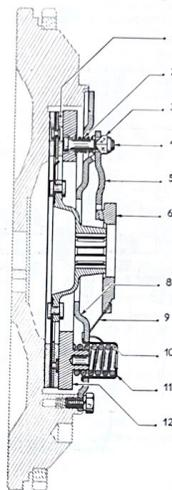
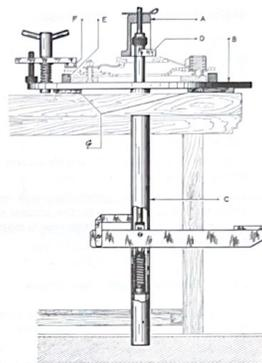

Fig. 2.1.—Embrague clásico.
Fig. 2.7.—Aparato 1701-T para el montaje del mecanismo del embrague en condiciones similares a su colocación en el vehículo.
2.1.0. CARACTERÍSTICAS DEL EMBRAGUE DE DISCO (fig. 2.1)
2.2. DESARMADO DE UN EMBRAGUE CLASICO (fig. 2.1)
- a) Comprimir el mecanismo de embrague y mantenerlo por medio de la tapa de chapa para suprimir la tensión sobre los tornillos (4). Girar los tornillos un cuarto de vuelta para sacar el resalte de las tuercas (3) del hueco de las patillas. Golpear el extremo de los tornillos bajo el resalte de las tuercas. Liberar el mecanismo.
- b) Retirar el tope (6) de las patillas. Extraer las patillas y los muelles (9) de apoyo de las patillas.
- c) Extraer la tapa de chapa (8), las cazoletas (11), los muelles de presión (10) y los muelles (2) de los tornillos de reglaje (4).
a) Colocar el plato de presión (12) (fig. 2.1) con sus tres tornillos de reglaje (4) de las patillas, sobre un montaje de ensamblado y de reglaje (aparato de reglaje 1701-T, provisto del dedo, del suplemento y de las bridas 1702-T) (fig. 2.7).
b) Presentar los muelles de presión (10) sobre el plato y colocarlos en su sitio; si se ha efectuado un rectificado, suplementar los muelles con arandelas del mismo grosor que el rebaje producido al rectificar. Colocar las cazoletas (11) sobre los muelles. Poner en su sitio los muelles (2) sobre los tornillos de reglaje.